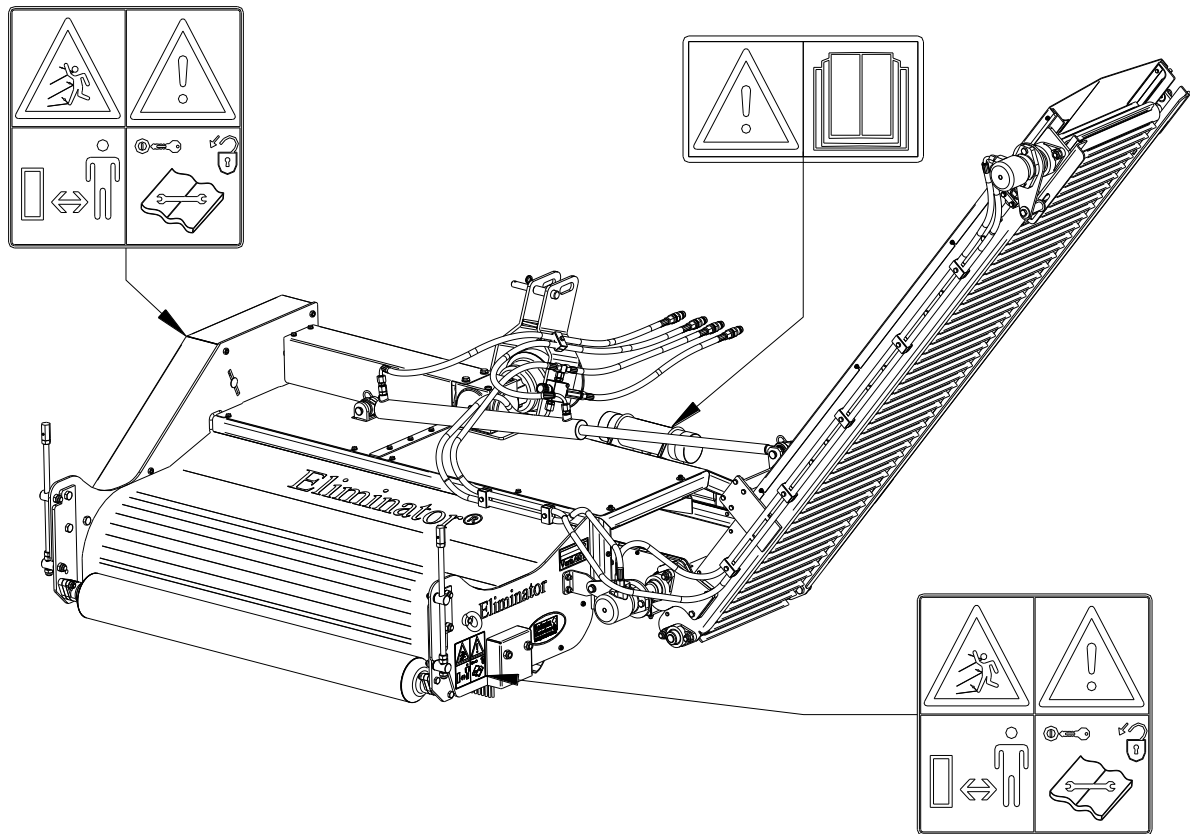

Fig. 5
A ambos lados del Eliminator en la cubierta lateral y en las cubiertas protectoras delantera y lateral hay pegatinas de seguridad (Fig. 5) con un significado parecido. Estas pegatinas de seguridad siempre deben ser bien visibles y legibles y deben ser repuestas cuando son dañadas.
(7) Colocación de pegatinas de seguridad. (Fig. 5)